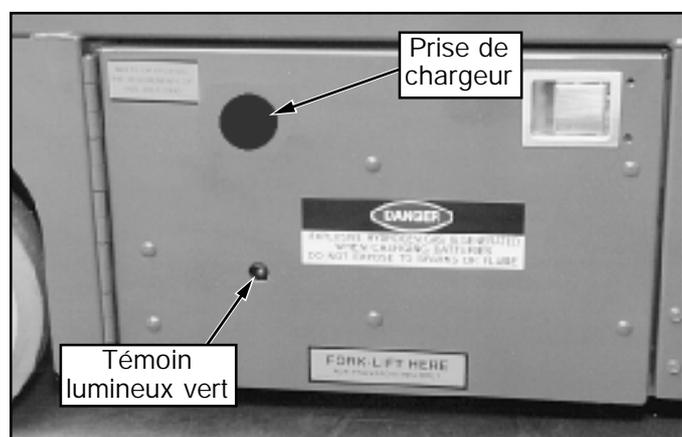

Figure 6 : Module d'alimentation, côté droit du châssis
3. Brancher une rallonge (conducteur de 1,5 mm² (gauge 12) minimum et de 15 m (50 pieds) de long maximum) sur la prise du chargeur située à travers le trou du côté gauche du châssis (Figure 6). Brancher la rallonge sur une prise de courant correctement mise à la terre d'une tension et d'une fréquence appropriées.